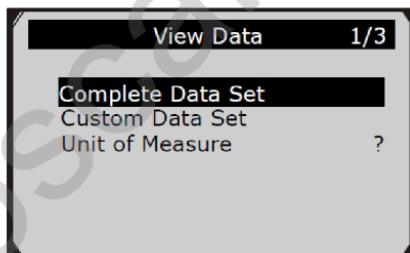

Рис. 5.13
- 1) Для просмотра пользовательских данных ПИД-параметров необходимо воспользоваться кнопками прокрутки **UP/DOWN**, чтобы выбрать режим **Custom Data Set** в меню **View Data** и нажать кнопку **OK** (рис. 5.13).